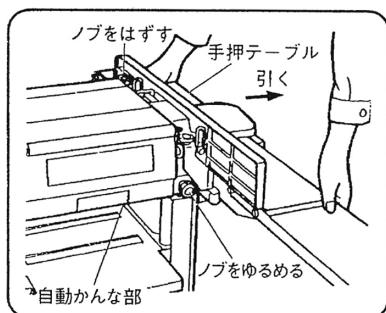

図 31
- (1) 手前側のノブをゆるめ、奥側のノブを抜き、手押テーブルの両端を手で支え、矢印の方向に引くと手押テーブルが取りはずせます。 (図 31)